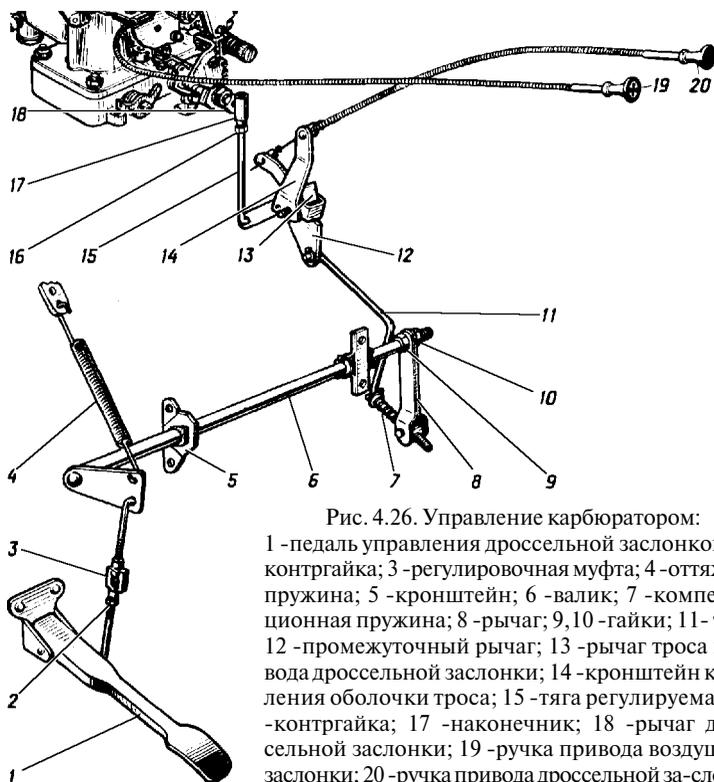

Рис. 4.26. Управление карбюратором:
**Управление карбюратором** (рис. 4.26) осуществляется при помощи педали, связанной системой тяг и рычагов с дроссельной заслонкой, и ручек управления дроссельной и воздушной заслонками карбюратора. Ручки соединяются с заслонками при помощи гибких тяг.
**Педаля управления** дроссельной заслонкой карбюратора в процессе эксплуатации может потребовать регулировки, цель которой обеспечить полное открытие дроссельной заслонки карбюратора и удобное положение педали. Регулировку производить с помощью муфты 3 (рис. 4.26), укорачивая тягу педали.